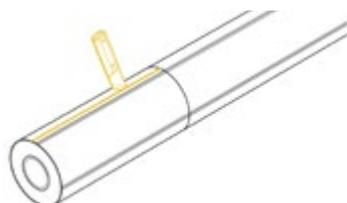

Рис. 5.6.3
**3.** Надрезать защитную оболочку от надреза до торца трубы (рис. 5.6.3). Глубина надреза – не более 10 мм.